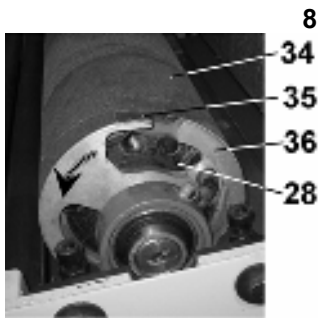

Рис.11
10.3. Замена, установка и натяжение шлифовальной ленты (Рис. 11; 12)
10.3.6. Для надёжного удержания конец шлифовальной ленты (34) загните, установите и закрепите клипсом (35). Длину подгиба определите по снятой шлифовальной ленте. Как показано на Рис.11, удерживая барабан (28) и преодолевая усилие пружины, поверните фланец (36) в направлении стрелки. Удерживая смещение фланца (36) относительно барабана (28), аккуратно по спирали, виток к витку без перехлёстов и пропусков, укладываете шлифовальную ленту (34). При укладке шлифовальную ленту (34) плотно прижимайте к барабану (28). После выполнения 2-3 витков, при условии плотного прижимания шлифовальной ленты (34) к барабану (28) и удерживая барабан (28) от раскручивания - можно прекратить удерживать фланец (36).